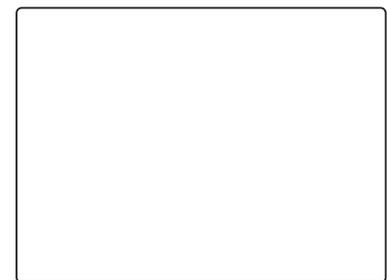

Fig.1c
- Rifiutare la chiamata premendo il pulsante  senza che il visitatore riceva alcuna segnalazione Fig.1c.
- To reject the call without informing the visitor press the button  Fig1c.